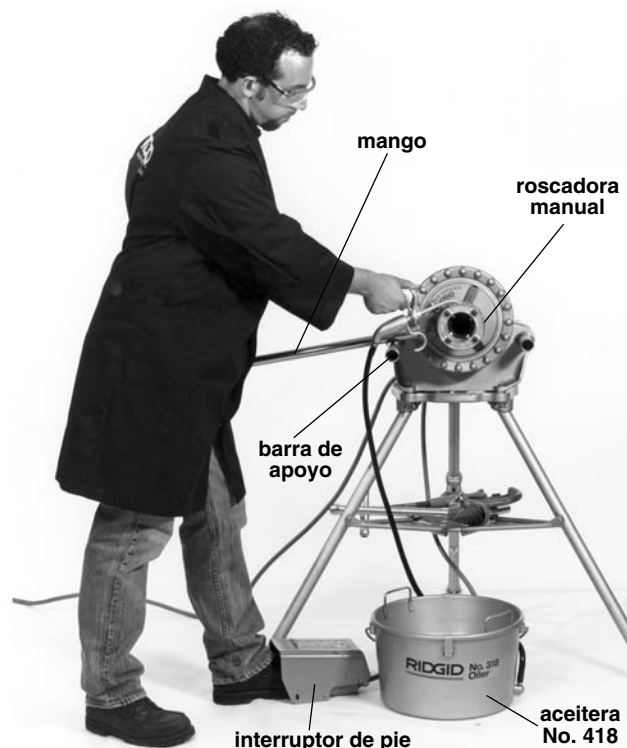

Figura 8 – Roscado con una roscadora manual
8. Sitúe el interruptor de pie donde el operador pueda controlar la máquina, herramientas y pieza de trabajo en forma segura. Como se muestra en la (Figura 8), debe permitir que el operador:
3. Adopte la postura correcta para trabajar (*Figura 8*). Así mantendrá su equilibrio y ejercerá control sobre la máquina y herramientas.
8. Con la palma de su mano derecha, empuje el cabezal de terrajas contra el tubo hasta que las terrajas engranen la pieza de trabajo. Una vez engranadas, las roscas serán labradas a medida que las terrajas se trasladan hasta el final del tubo (*Figura 8*).
9. Retire su mano derecha de la zona del cabezal de terrajas y aceite abundantemente las terrajas mientras se rosca el tubo (*Figura 8*).